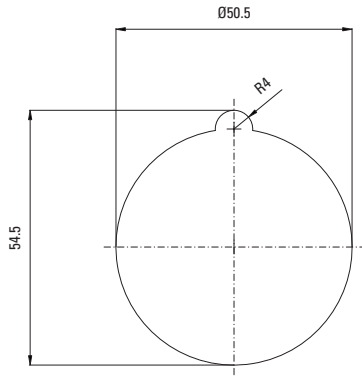
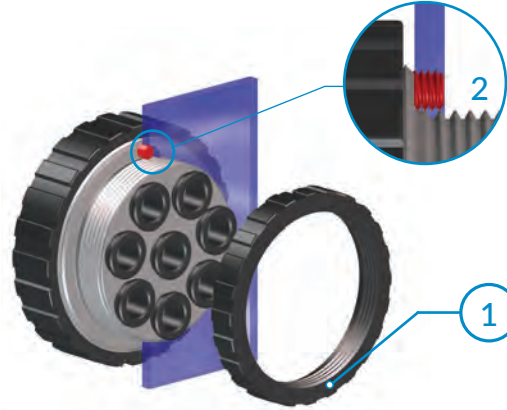

Fig. 1
Fig. 2
Svitare il controdado (1) dalla presa del connettore; avvitare la vite (2) fino a farla sporgere dello stesso spessore della parete (Fig. 2). Inserire la presa nel foro sulla parete con la vite in corrispondenza della relativa sede (Fig. 1). Riavvitare il controdado (1) fino in battuta della parete (Fig. 3).
Loosen counter nut (1) from the multiple connector socket; tighten the screw (2) to let it sticks out as much as the wall thickness (Fig.2). Place the socket in the wall hole and allow for the screw to fit into the seat drilled through in the wall (Fig.1). Tighten the counter nut (1) on socket body until bottoms (Fig.3).
Dévisser le contre écrou (1) de la prise du connecteur et visser la vis (2) jusqu' elle dépasse son siège, si tant que l'épaisseur de la cloison (Fig.2). Monter la prise à la cloison de façon que la vis loge dans le siège percé dans la cloison (Fig.1). Visser le contre écrou (1) sur la prise jusqu'au fond (Fig.3).
Kontermutter (1) von der Muffe lösen und dann Schraube (2) eindrehen, bis sie um das Maß der Wanddicke herausragt (Fig.2). Muffe in das Wandloch einstecken und zusammen mit der Kontermutter so anziehen, dass die Schraube in das dazu gebohrte Gehäuse an der Wand 1 genau passt (Fig.1). Die Kontermutter bis zum Anschlag auf die Muffe anziehen (Fig.3).